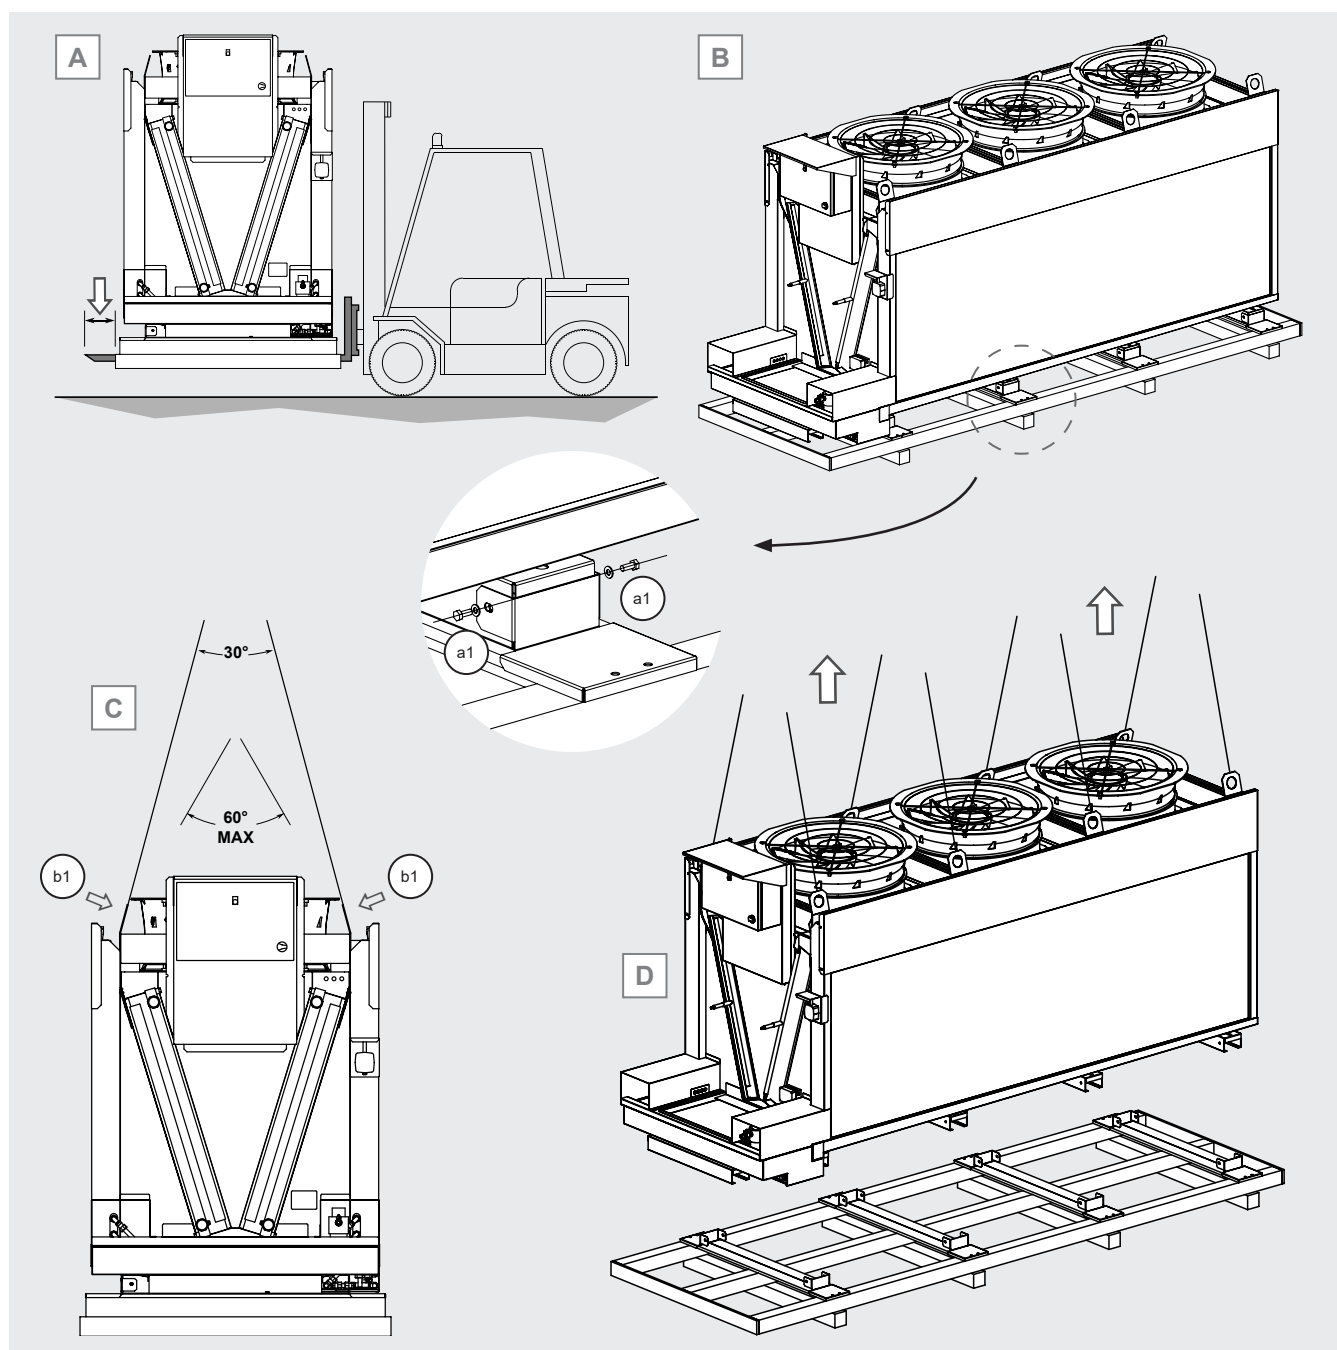

Figura 5
- 5.2 Per la movimentazione con un carrello elevatore, le staffe di sollevamento devono avere lunghezza superiore alla profondità dell'imballaggio e/o del modello. V. Figura 5 A.
- 5.3.1 svitare le viti (a1) che bloccano le staffe di appoggio del modello sul pallet di trasporto, v. Figura 5 B;
- 5.3.2 agganciare la gru o il carro ponte ai punti di sollevamento (b1), v. Figura 5 C;
- 5.3.3 sollevare il modello e posizionarlo nella collocazione finale. Utilizzare tutti i punti di sollevamento. V. Figura 5 D.